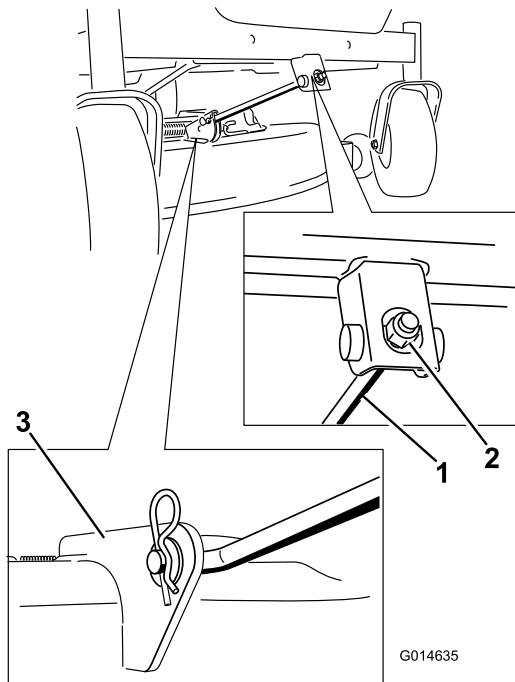

Figura 65
4. Retire la chaveta de la varilla de soporte delantera y retire la varilla del soporte de la carcasa (Figura 65).
- Conecte la varilla de soporte delantera a la carcasa de corte con el pasador y la chaveta (Figura 65).